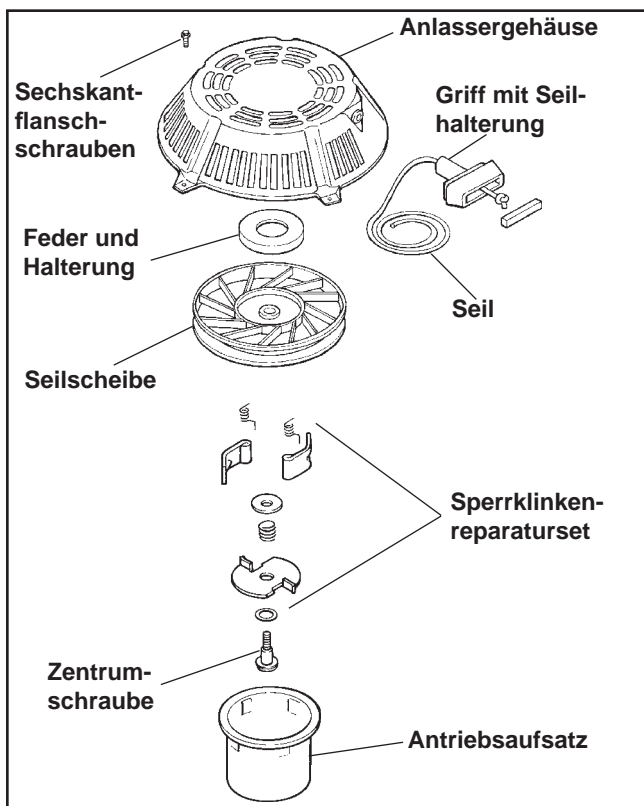

Abbildung 7-1. Seilzuganlasser - Explosionszeichnung.
- Ersetzen Sie alle abgenutzten oder beschädigten Teile. Verwenden Sie ausschließlich Originalersatzteile von Kohler wie im Ersatzteillhandbuch angegeben. Alle Teile auf Abbildung 7-1 sind als Ersatzteile erhältlich. Verwenden Sie keine anderen Teile.